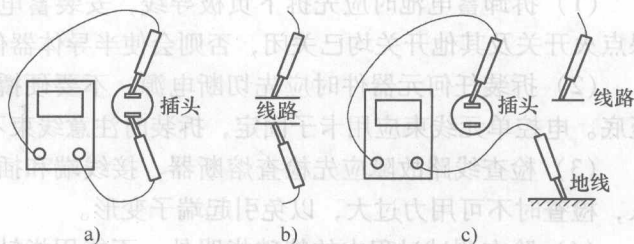

图 1-5 用万用表检测端子或导线导电性
(10) 在拆卸发动机电子控制系统线路之前, 应首先切断电源, 即将点火开关断开(OFF), 拆下蓄电池极桩上的接线。
(11) 插接器上搭铁端子的符号因车型的不同而不同, 应注意对照维修手册辨认。
(12) 测量两个端子间或两条线路之间的电压时, 应将万用表(电压档)的两个表笔与被测量的两个端子或两根导线接触。
(13) 测量某个端子或某条线路的电压时, 应将万用表的正表笔与被测的端子或线路接触, 而将万用表的负表笔与地线接触。
(14) 检查端子或导线等的导通性, 是指检查端子、触点或导线等是否通电而没有断开, 可用万用表电阻档测量电阻值的方法进行检查, 如图 1-5 所示。
(15) 在测量电阻或电压时,一般要将插接器拆下,这样就将插接器分成两部分:一部分称为某传感器(或执行部件)插接器;另一部分称为某传感器(或执行部件)导线束插接器,或导线束一侧的某传感器(或执行部件)插接器(或插接器套)。